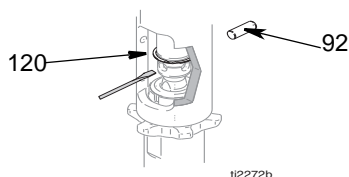
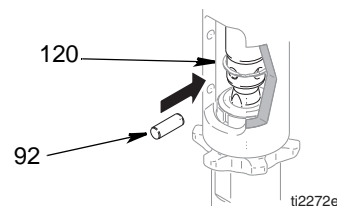

FIG. 8
FIG. 11
4. (Afb. 8) Druk de klemring (120) omhoog. Druk de pen (92) naar buiten.
2. (Afb. 11) Trek langzaam aan het startkoord tot het pengat van de pompstang lijnt met het gat van de hydraulische stang. Afb. 8. Druk de pen (92) in het gat. Druk de klemveer (120) in de groef.